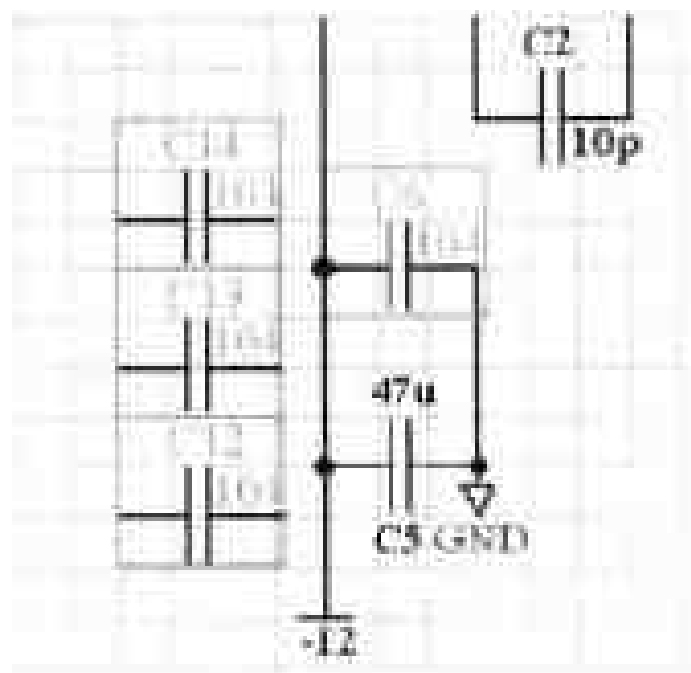

图 3-41 重复粘贴多个对象
(2) 在对话框的 Placement Variables 选区中的 Item Count 选项输入框中输入数值 3,设置需要重复粘贴的对象数目。
(3) 调整 Text 选项输入框中的数值为 1,如果粘贴的对象名称是具有数字尾数的字符串,则这个选项的取值就是每次自动增加的数目。
(4) 在 Spacing 选区中调整 Horizontal 和 Vertical 两个选项输入框中的数值,设置粘贴对象的水平间距和垂直间距。设置 Horizontal 选项取值为 0, Vertical 选项取值为 30,则粘贴在图纸中的对象在垂直方向排成一行,间距为 30 mil。
(5) 设置好对话框中的各个选项后,单击 OK 命令按钮,返回工作窗口。此时鼠标箭头变为十字光标,在图纸中的适当位置单击,放置排成一行的粘贴对象,得到如图 3-41 所示的效果。